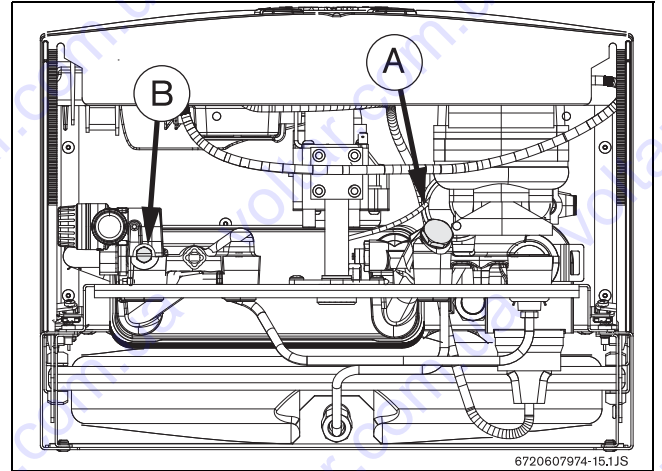

Рис. 31
- ▶ Снять крышку (Рис. 31, поз. А).
- ▶ Отвинтить сливной винт (Рис. 31, поз. В).